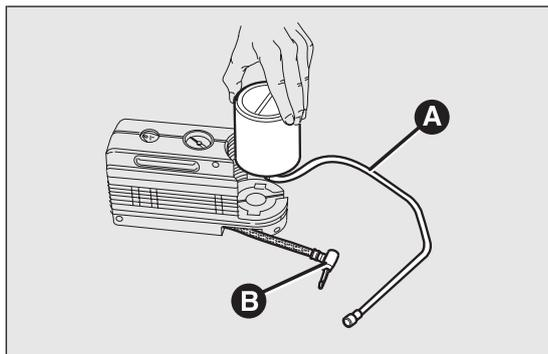

fig. 141
- disinserire l'innesto B fig. 141;